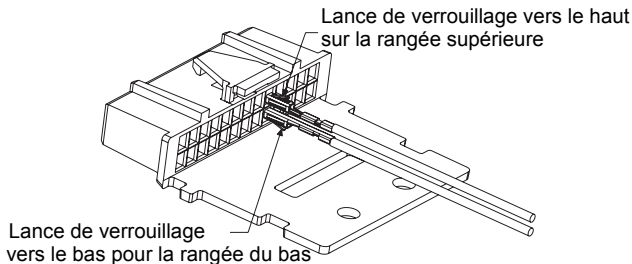

Figure 3. Orientation de la borne
Le kit d'interrupteur d'urgence au pied comprend un câble. Une extrémité du câble possède deux fils exposés, l'autre extrémité possède deux fils, l'un avec une cosse, l'autre avec une borne de contact reliée. Reportez-vous à la *Figure 3* et effectuez les connexions de la manière suivante:
3. Insérez le file de câble avec la borne de contact dans la broche No. 23 du connecteur accessoire, comme indiqué à la *Figure 3*.